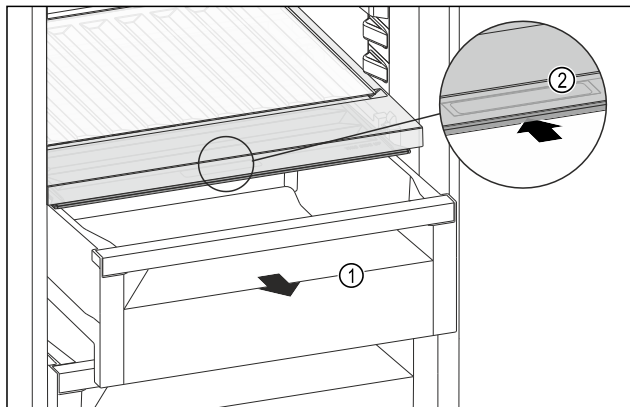

Fig. 117
- Húzza ki a fiókot Fig. 117 (1).
- Fogja meg a süllyesztett fogantyút Fig. 117 (2) a rekeszfedélen, és ezzel egy időben tolja hátra a rekeszfedelet.